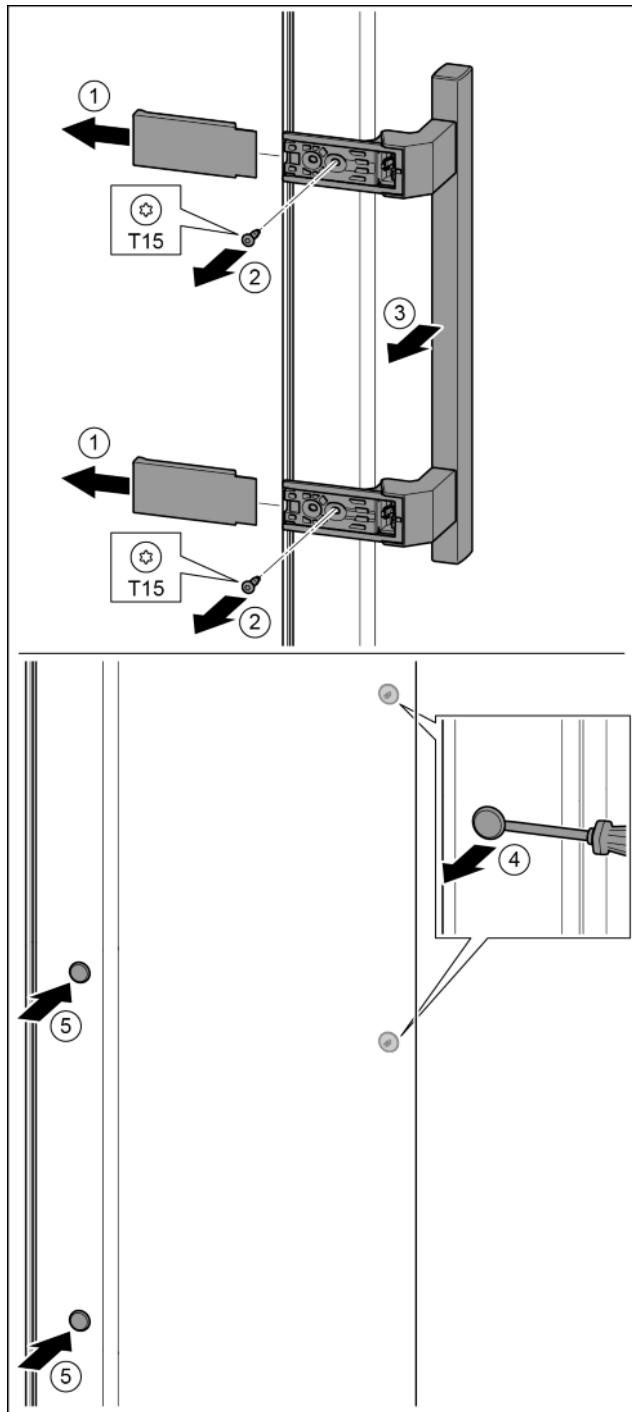

Fig. 16
- Снять крышку. Fig. 16 (1)
- Выкрутить винты отверткой T15. Fig. 16 (2)
- Снять ручку. Fig. 16 (3)
- Осторожно приподнять шлицевой отверткой боковые заглушки и вынуть их. Fig. 16 (4)
- Заглушки снова вставить с другой стороны. Fig. 16 (5)